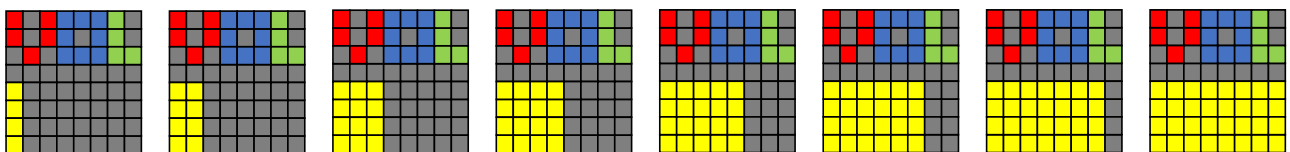

図 1-15 音量表示一覧
(5) 音量の設定、変更
- 音量情報表示中のマトリクス LED 表示内容は図 1-15 のとおりです。（黒は消灯、赤、青、緑と黄で点灯）